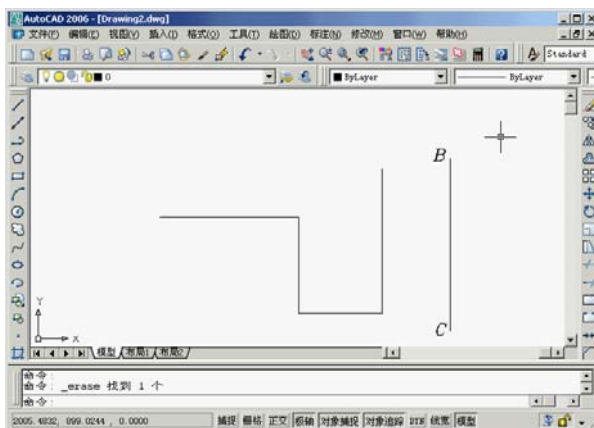

图1-3 画直线 BC
5. 按 `Enter` 键重复画线命令，画直线 BC，如图 1-3 所示。